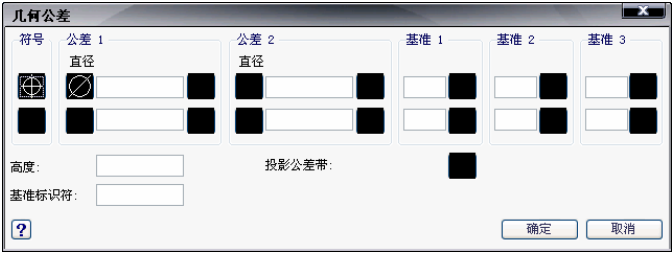

图 9-20 插入一直径符号
- 2) 在“几何公差”对话框的“公差 1”下，选择“直径”插入一个直径符号，如图 9-20 所示。